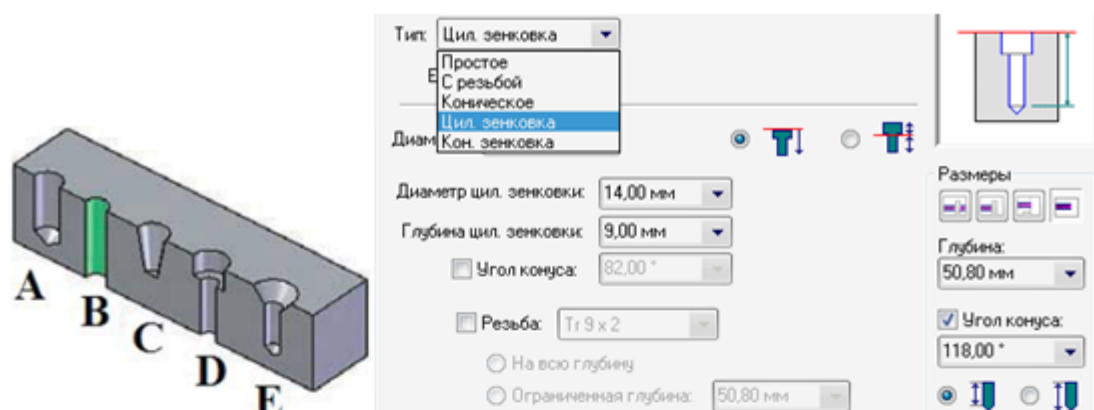

Рис. 2.18. Типы отверстий и окно **Параметры отверстия**
Можно построить следующие типы отверстий (рис. 2.18): простое (А), с резьбой (В), коническое (С), с цилиндрической зенковкой (D), с конической зенковкой (Е). В рамках одной операции можно построить группу отверстий только одного типа. Каждому выбранному типу отверстия соответствует свой набор параметров, которые задаются в окне **Параметры отверстия**. Вызов окна осуществляется при нажатии кнопки **Параметры отверстия** в меню команды.